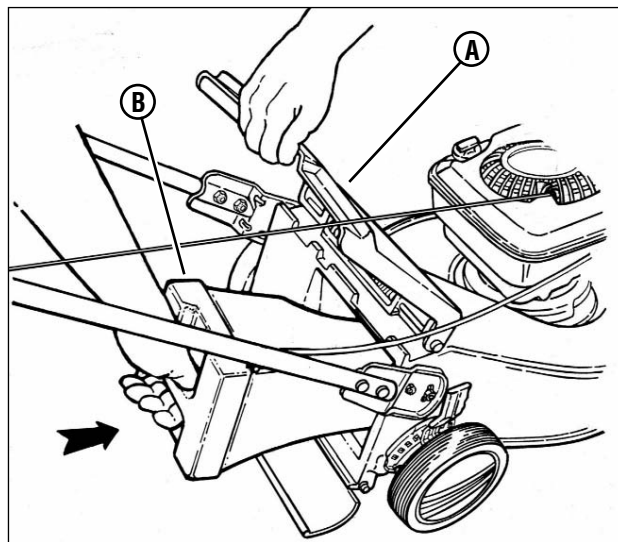

Figure 7 : Installation du bouchon de recyclage
La conversion de cette tondeuse pour passer en fonctionnement avec recyclage ne demande pas d'outils. D'abord, arrêtez le moteur. Levez la trappe d'évacuation (A, Figure 7) située à l'arrière de la machine. Enlevez le bac à herbe (s'il est installé). Insérez le bouchon de recyclage (B) complètement dans l'ouverture d'évacuation. Laissez la trappe d'évacuation se fermer.